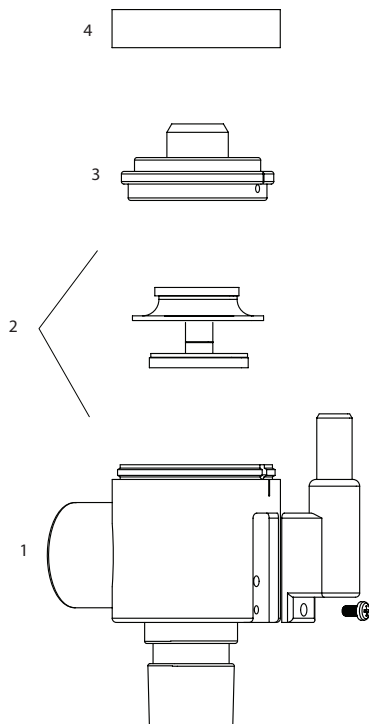

Рис. 6-6. Узел клапана выдоха
4. Крепко держа корпус клапана выдоха, поверните стопорное кольцо против часовой стрелки и снимите его. См. рис. 6-6.